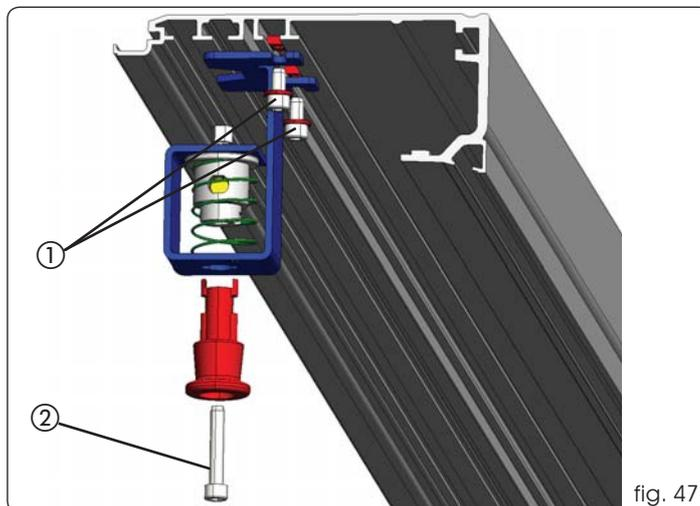

fig. 47
Assembler la poignée de déverrouillage sur la patte latérale d'après la fig. 47, après avoir introduit deux plaquettes dans le profil (fig. 47 réf. ①)
**pour ouvrir le carter en présence de la poignée de déverrouillage, démonter la poignée même en dévissant la vis de fig. 47 réf. ②**